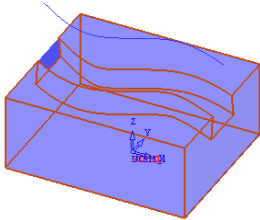

图 2-311 创建毛坯
5) 创建毛坯。单击“加工向导”工具栏上的“毛坯”按钮 ，弹出“初始毛坯”对话框，设置“毛坯类型”为“限制盒”，如图 2-311 所示。单击确定按钮 ，完成毛坯的创建。